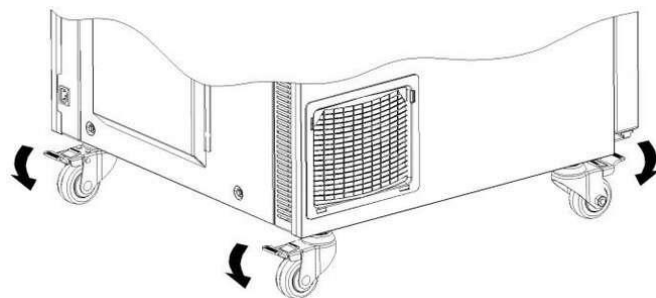

Fig. 5
- Låseanordningerne på de to forreste hjul skal aktiveres, når produktet er på plads (se fig. 5).